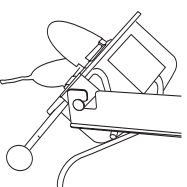

Fig. 5
- Ligue a ficha (7) a uma tomada adequada.
- Regule ambos os interruptores de ligar/desligar **I/O (1,2)** para a posição I. Agora, a caldeira começa a aquecer e o mecanismo a rodar. Após 3 a 5 minutos, regule o interruptor das pipocas **I/O (2)** para a posição 0. A caldeira é desligada e a luz mantém-se acesa.
- Encher a colher de medição (12) com óleo vegetal e deitar na caldeira. Também pode ser utilizada a mesma quantidade de manteiga.
- Encha o copo medidor (13) com milho e deite na caldeira.
- Rode a caldeira, com a ajuda da pega manual, e esvazie-a (fig. 5).